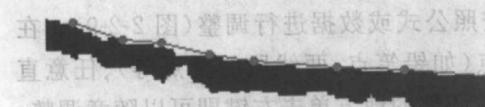
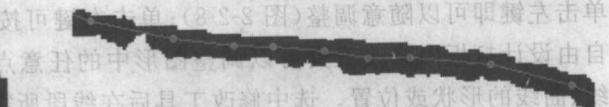

图 2-2-5
图 2-2-6
(18)  在图的边缘匹配:此工具是扫描图像的配套工具。单击激活该工具,然后选择一种合适的线形(如扫描闭合曲线、扫描开口曲线),当用该线形描绘图形时,绘图曲线会自动与图形曲线的边缘匹配(图 2-2-5)。如果不激活该工具,然后选择一种合适的线形(如扫描闭合曲线、扫描开口曲线),当用该线形描绘图形时,绘图曲线会自动于图形曲线的中央位置处画线作图(图 2-2-6)。